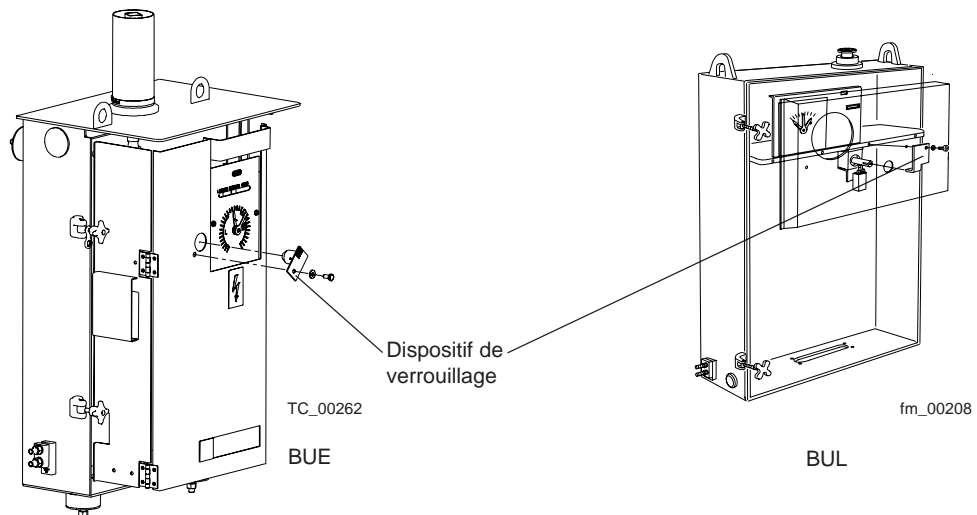

Fig. 40. Dispositif de verrouillage du mécanisme d'entraînement motorisé
2. Retirer le dispositif de verrouillage du mécanisme d'entraînement motorisé (voir fig. 40).